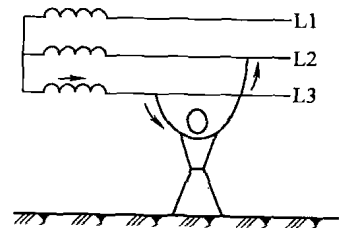

图 2-2 两相触电
2) 两相触电: 人体同时触及带电设备或线路不同电位的两个带电体所形成的触电, 称为两相触电, 如图 2-2 所示。当发生两相触电时, 人体承受电网的线电压为相电压的  $\sqrt{3}$  倍, 故两相触电为单相触电时流过人体电流的  $\sqrt{3}$  倍, 比单相触电有更大的危险性。